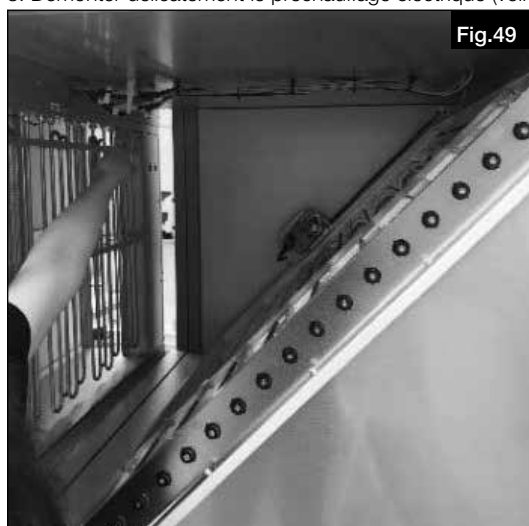

Fig.49
3. Démontez délicatement le préchauffage électrique (voir Fig.49).